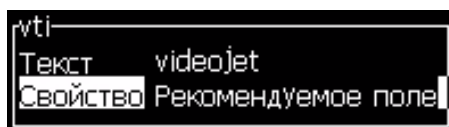

Рисунок 5-36: Атрибут - добавление изменяемого поля
- 4 Нажмите кнопку “Enter” (ввод) для открытия диалогового окна конфигурации текстовых пользовательских полей (Рисунок 5-36).